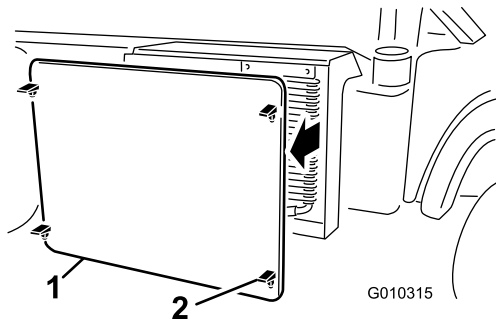

Figura 52
- Sganciate e toglieete la griglia del radiatore dalla parte anteriore del radiatore (Figura 52).